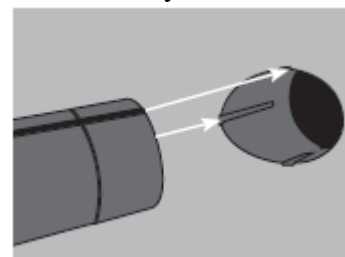

Рисунок 7
6. Изнутри пылесоса установите переходное соединение пылевого мешка в правое воздухозаборное отверстие, убедившись, что выступающие линии на переходнике совпадают с углублениями на приемном патрубке (**рисунок 7**). Снаружи пылесоса торец переходника должен выступать из воздухозаборного отверстия примерно на 3/4" (1,9 см).